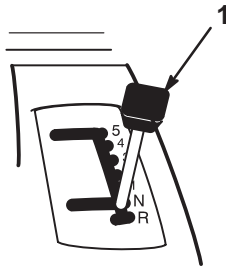

Figure 7
3. Mettez le levier de vitesse au point mort (Fig. 7).